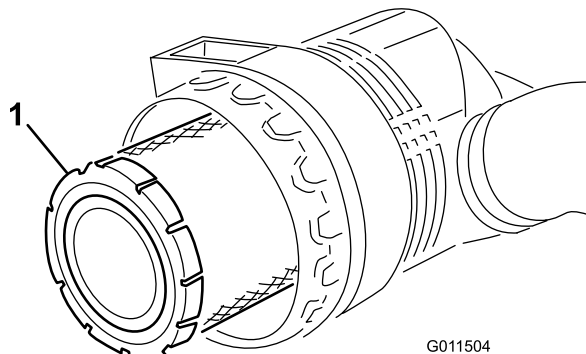

Figura 48
5. Retire y cambie el filtro primario (Figura 48).